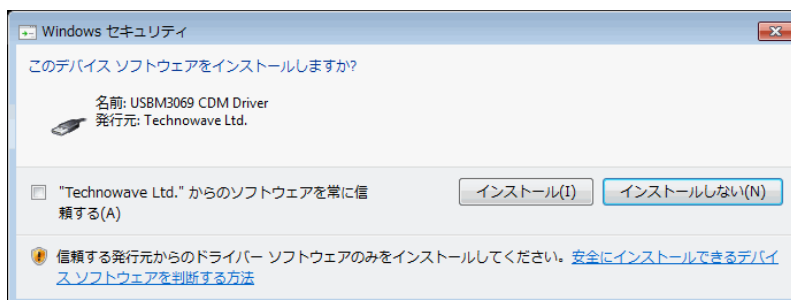

図 10 Windows 7 のドライバインストール画面 (2)
3. インストールが開始されると、図 10 のような画面が表示されますので、[インストール]を選択します。